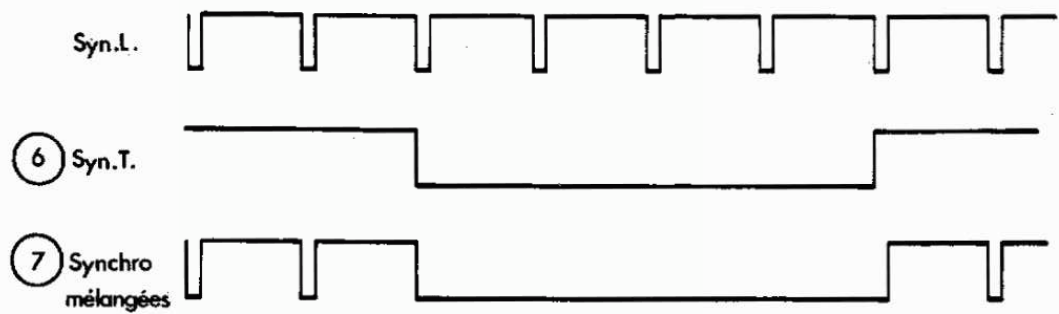

Fig 3.6
La synchro ligne en positif issue de Q6 est inversée par Q10. Les diodes CR3 et CR4 constituent une porte OU et reçoivent, d'une part, la synchro ligne de Q10, d'autre part, la synchro trame issue du compteur plot (6). Le signal de porte sur R23 constitue le signal des synchro ligne et trame mélangées; signal disponible au plot (7), fig. 3.6.